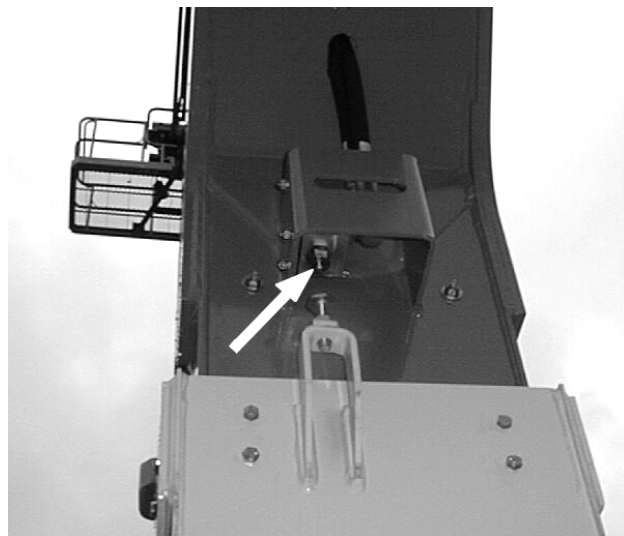

Fig. 2-8. Tornbommens horisontella gränslägesbrytare
3. Hög tornbommen så långt det går och skjut ut den unga meter. Kontrollera att kolven i tornbommens horisontella gränslägesbrytare vid slutet av tornets basbomsektion är helt utskjuten (se fig. 2-8). Kolven visas helt utskjuten.